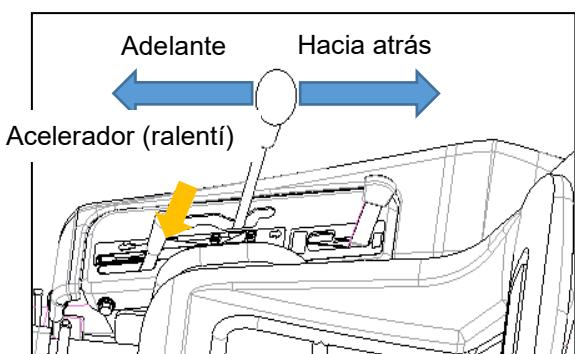

Figura 15
- Incline la palanca de cambio a la mitad, hacia adelante y hacia atrás durante 10 segundos, después vuelve a situar la palanca en la posición neutral. (Figura 15)**
- Cuando incline la palanca de cambio, el acelerador debe mantenerse al ralentí (Figura 15).**